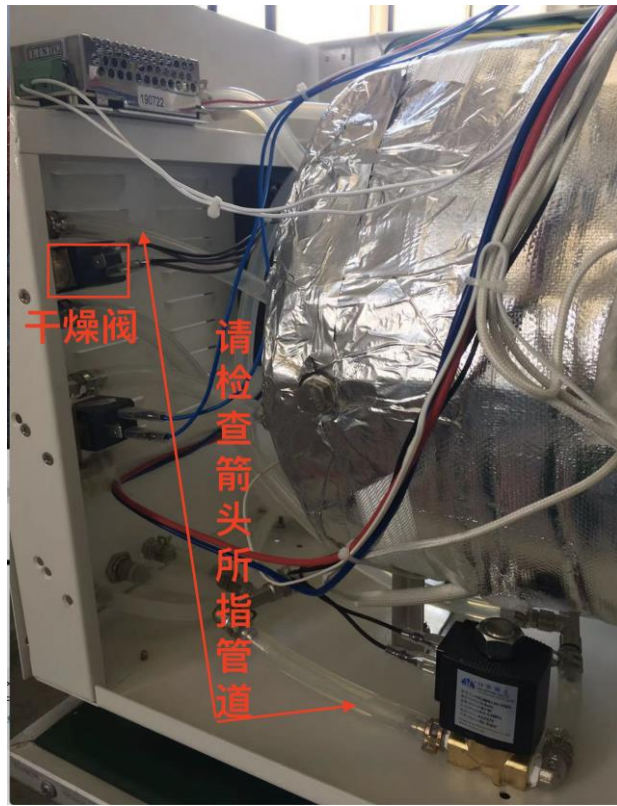

图3
- ③ 注入蒸汽时，正常情况下，排气管是不应该有热气排出。若有此现象，请将灭菌器正前方左侧侧板打开，检查真空阀和排气阀，**可以用手感觉连接这两个阀的管路是否有烫手（图3），烫手的管路即为漏气的阀体**，打开该阀体，看是否有垃圾进入阀体导致阀关不住，并对其进行清理。